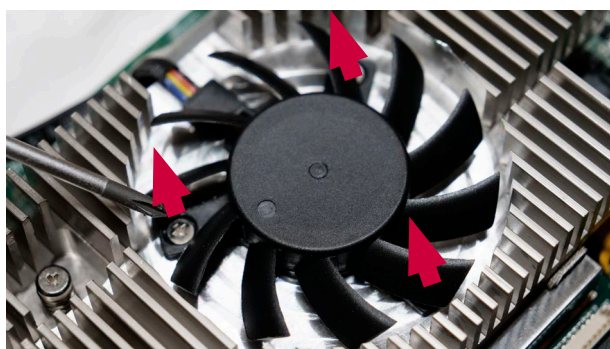

Figura 29 Rimuovere le viti dalla ventola
b) Allentare le tre viti che fissano la ventola (Figura 29)
f) Inserire e serrare le tre viti (coppia max. 0,3 Nm) che fissano la ventola (vedere Figura 29)